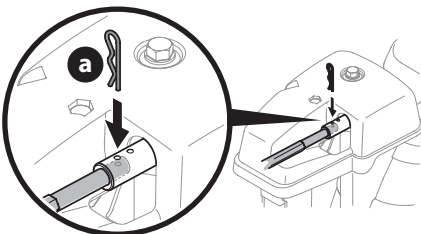

Figure 19
7. Poussez la tige de commande vers le tableau de commande jusqu'à ce que le premier trou de la tige s'aligne avec le trou du raccord de la tête de commande. Insérez la goupille fendue (a) retirée à l'étape 1. Voir (Figure 19).